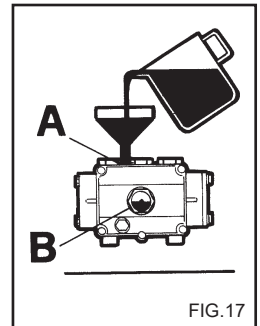

FIG.17
4) Atarraxe a tampa de descarga e introduza o óleo pelo orifício superior (fig. 17) até que alcance o nível indicado no visor (fig. 17B).